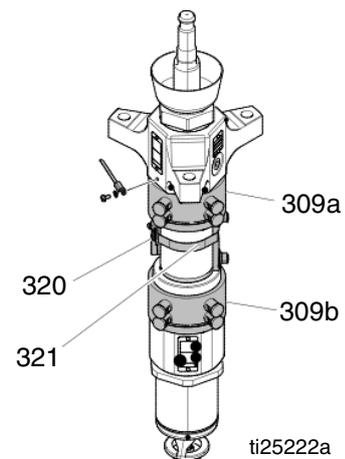

Fig. 29
5. Sull'ADM, disattivare il riscaldamento del sistema (D).
13. Fissare saldamente il motore pneumatico al tirante con un cavo inserendolo nell'apposito anello di sollevamento e facendolo passare attorno al tirante stesso. Vedere Fig. 29, pagina 53.
14. Allentare i cavallotti (X) dalle aste di sollevamento della piastra.
15. Rimuovere i dadi (F) dalle aste distanziali della pompa riscaldata/motore pneumatico in corrispondenza dell'estremità della pompa.
16. Rimuovere i dadi (Z) e i bulloni che fissano il tratto di cavo alla piastra di supporto del motore pneumatico.
18. Rimuovere i dadi (N) dalle aste di sollevamento dell'elevatore.
19. Allentare del tutto il giunto dell'asta della pompa di collegamento all'asta del motore pneumatico (G).